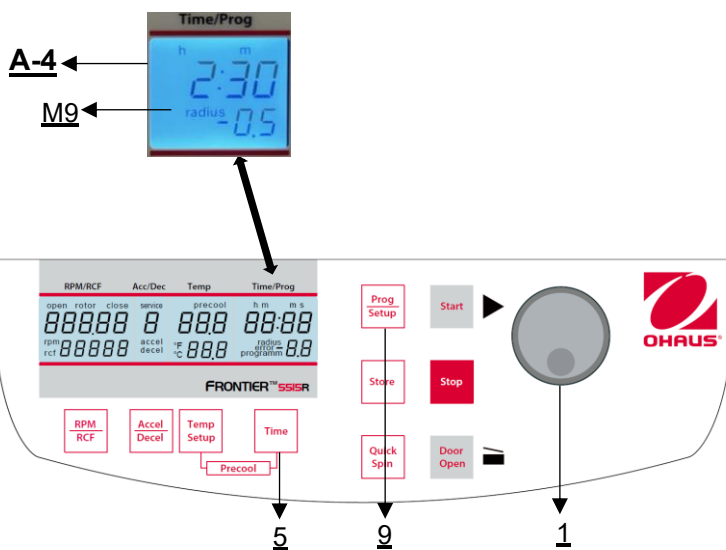

Figura 21
En primer lugar, cierre la tapa de la centrifuga y, a continuación, pulse la tecla "**Time**" (5) y la tecla "**Prog/Setup**" (9) al mismo tiempo y manténgalas pulsadas (véase la figura 21).